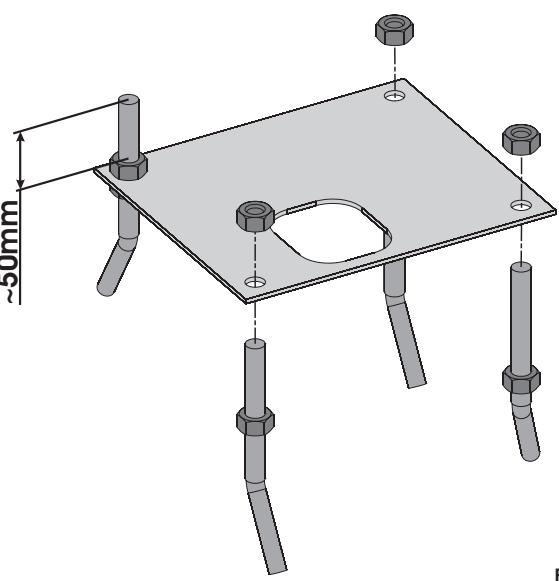

Fig. 3
1. Assembeer de basisplaat zoals in Fig. 3.